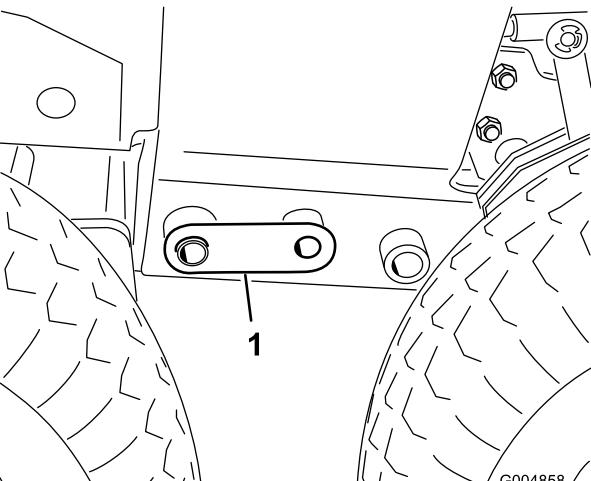

Bild 83
35. Entfernen Sie den vorderen Achsständer und senken Sie die Vorderseite der Maschine auf die Reifen ab, bis die Kupplungsstifte (Bild 83) so lose sind, dass sie entfernt werden können.